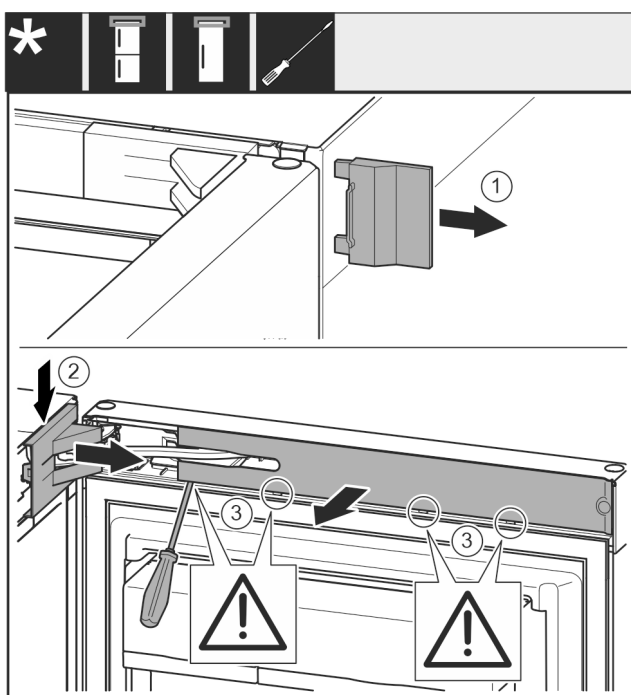

Fig. 12
- Rimuovere la copertura Fig. 12 (1).
- Disinnestare e allentare la copertura del blocco di supporto Fig. 12 (2).
- Rimuovere la copertura del blocco di supporto Fig. 12 (2).
- Disinnestare la maschera Fig. 12 (3) con un cacciavite a intaglio e ruotarla lateralmente.